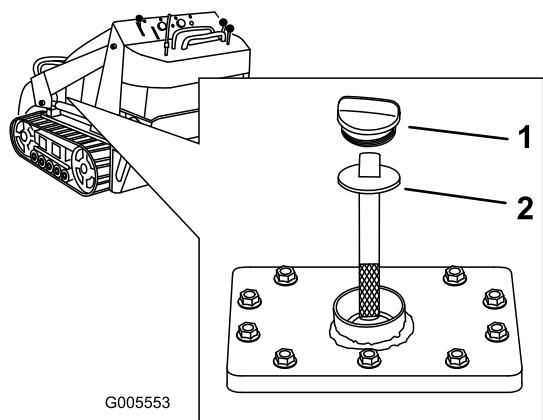

Figura 11
5. Limpie la zona alrededor del cuello de llenado del depósito de aceite hidráulico (Figura 11).
- Retire el tapón del cuello de llenado y compruebe en la varilla el nivel de aceite (Figura 11).